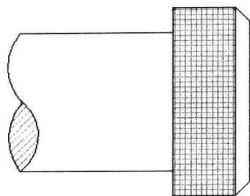

图 5-1-6
(7) 在“图案填充和渐变色”对话框中单击“确定”按钮,效果如图 5-1-6 所示。
(8) 双击 ENT 填充图案对象,打开“填充图案编辑”对话框,在“比例”项目中单击